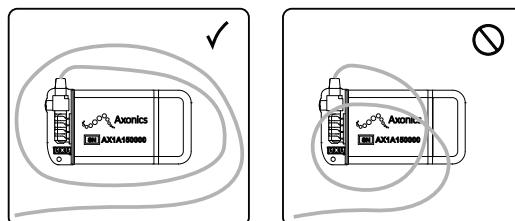

Figure 7 : entourez l'excès de longueur de l'électrode autour ou en-dessous du neurostimulateur.
- ⚠ Avertissement:** n'embobinez pas l'excès de longueur de l'électrode sur le neurostimulateur. Entourez la longueur restante autour du périmètre du neurostimulateur (**Figure 7**) ou placez-la sous le neurostimulateur afin de minimiser les interférences de communication pendant la programmation.